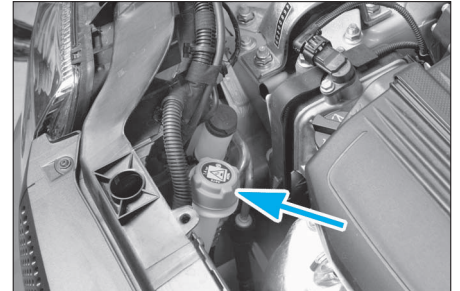

FIG. 9
- Déposer le bouchon du réservoir de liquide de refroidissement (Fig.9).